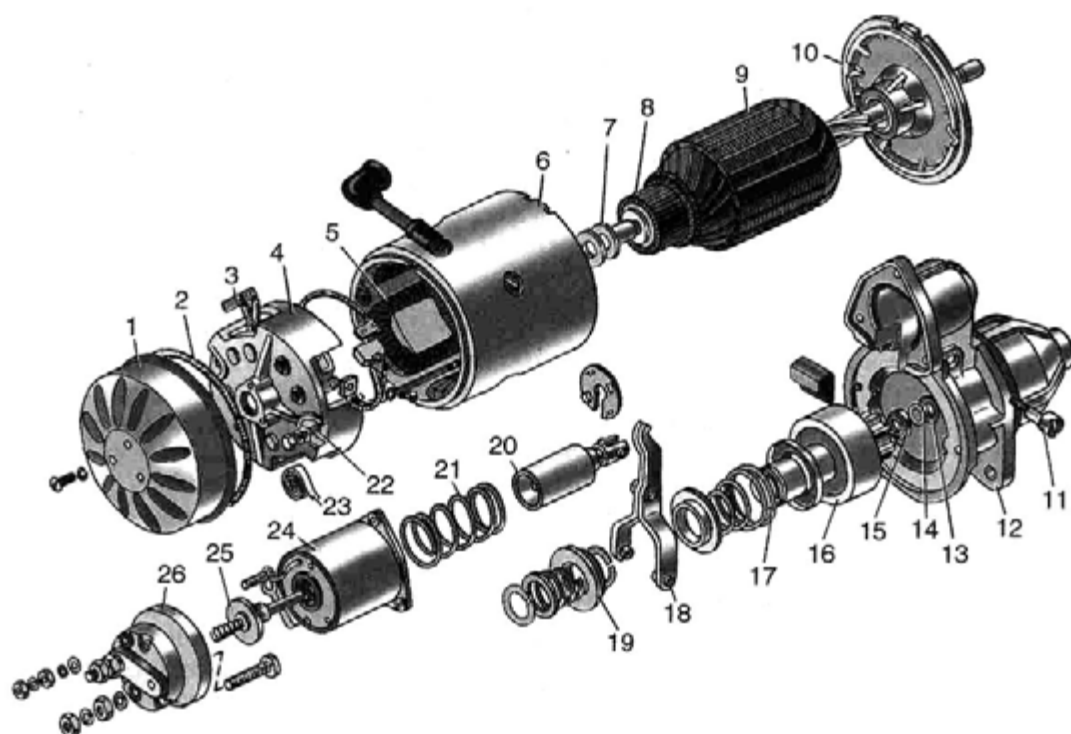
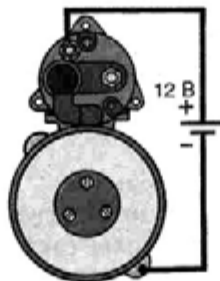
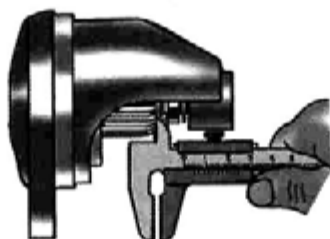

Рис. 8.1.18. Стартер:
Рис. 8.1.24. Схема проверки регулировки выключателя стартера
Рис. 8.1.25. Замер зазора от торца шестерни до чашки упорного кольца при полностью втянутом якоре тягового реле
Стартер представляет собой четырехполюсный четырехщеточный электродвигатель постоянно тока. Вал стартера вращается по часовой стрелке (если смотреть со стороны привода стартера). Устройство стартера и электромагнитного реле показано на рис. 8.1.18.
- снять защитный кожух 1 (см. рис. 8.1.18);
Проверить полный вылет шестерни при включенном тяговом реле. Для этого включить тяговое реле, как показано на рис. 8.1.24. Расстояние между торцом шестерни и упором должно быть 3–5 мм (рис. 8.1.25). Этот зазор регулируется поворотом эксцентричной оси II (см. рис. 8.1.18) рычага привода. После регулировки затянуть гайку оси, придерживая ось от поворота.